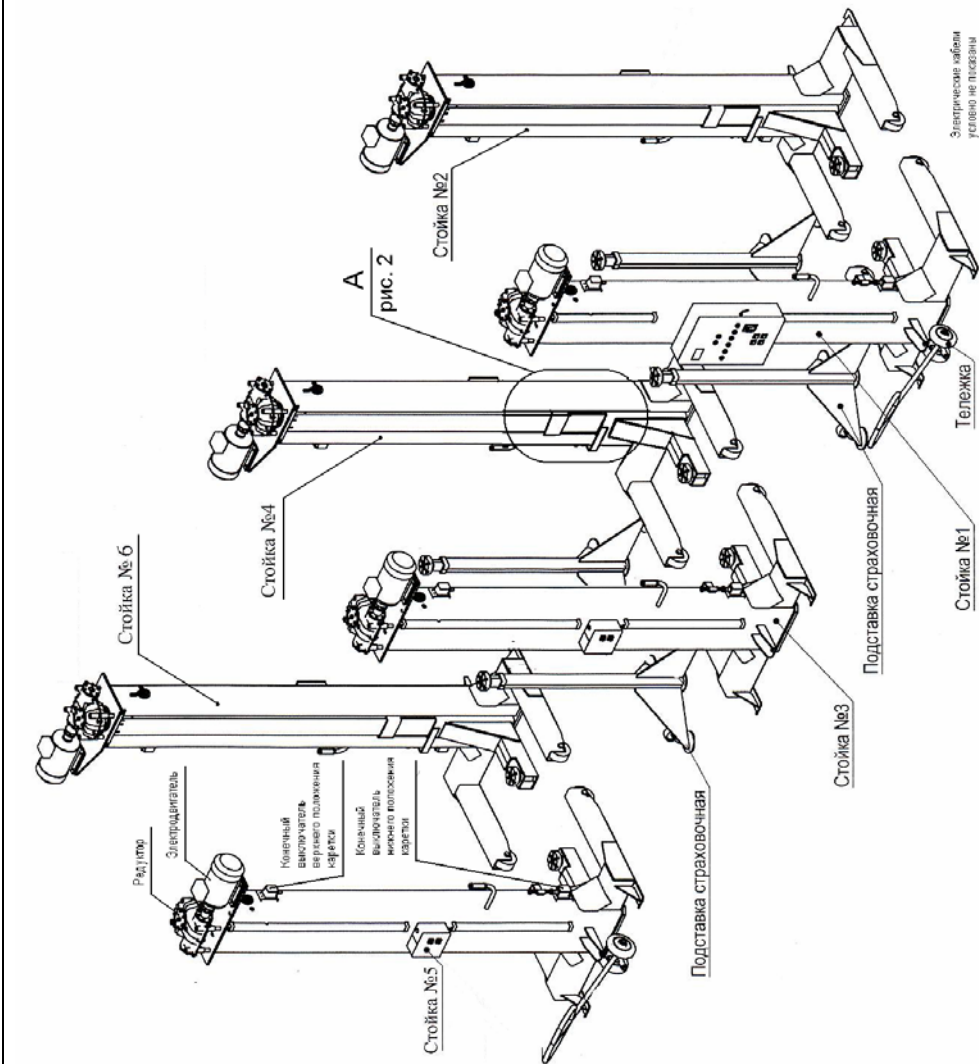
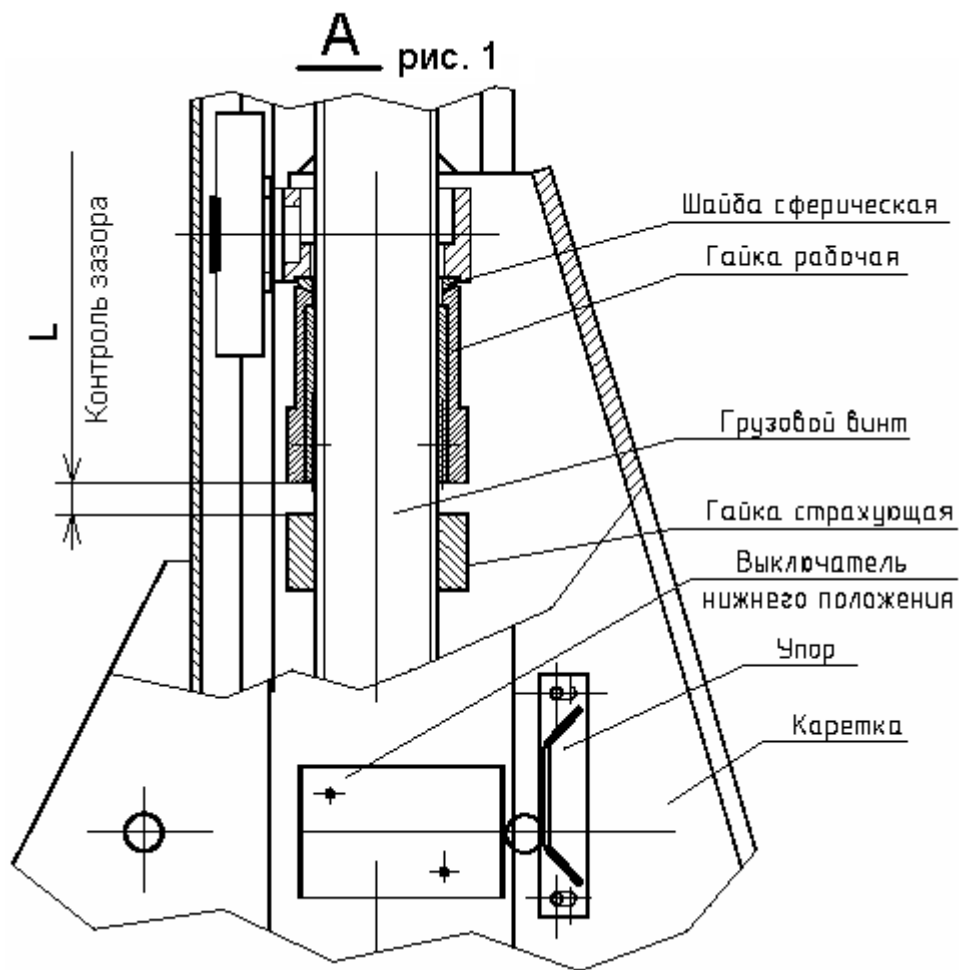

Рис. 1. Подъемник передвижной ППТ - 24
Рис. 2. Составные части подъемника передвижного ППТ - 24
4.1. Подъемник состоит из шести стоек (см. Рис.1 и Рис.2), каждая из которых имеет электромеханический привод, каретку, грузовой винт, рабочую и страховую гайки, конечные выключатели верхнего и нижнего положения кареток. На первой стойке установлен шкаф аппаратный, имеющий корпус с панелью электрооборудования, автоматический выключатель, лампочку «Сеть», кнопки «Вверх» и «Вниз» для управления первой стойкой и кнопки «Вверх» и «Вниз» для управления всеми стойками одновременно.